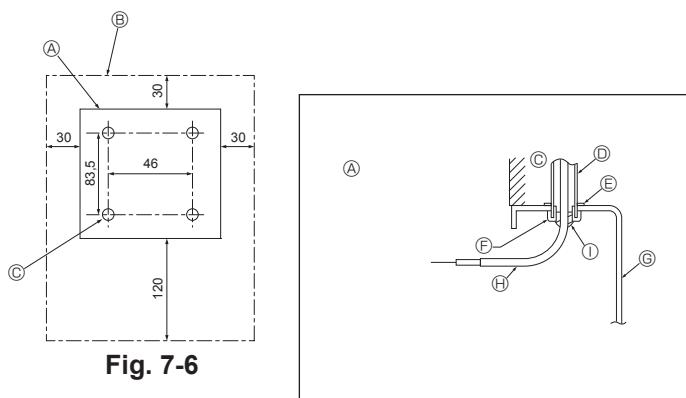

Fig. 7-6
- (1) Επιλέξτε το σημείο τοποθέτησης του τηλεχειριστηρίου. (Fig. 7-6)